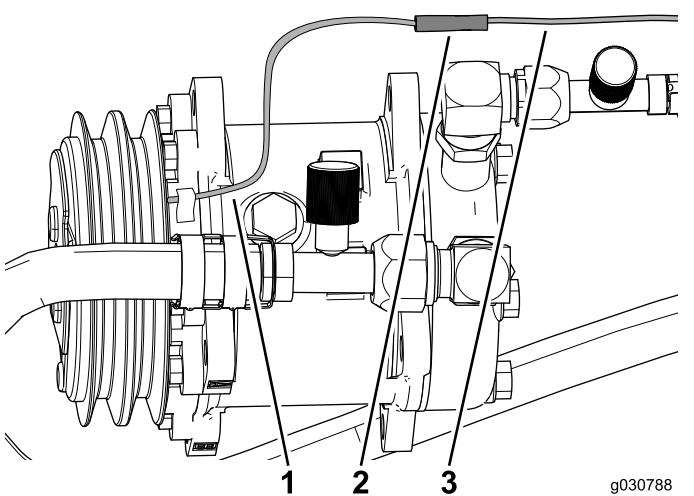

Bild 51
3. Schließen Sie das Kabel vom Klimaanlagenkompressor am Rundstecker am Kabelbaum an (Bild 51).